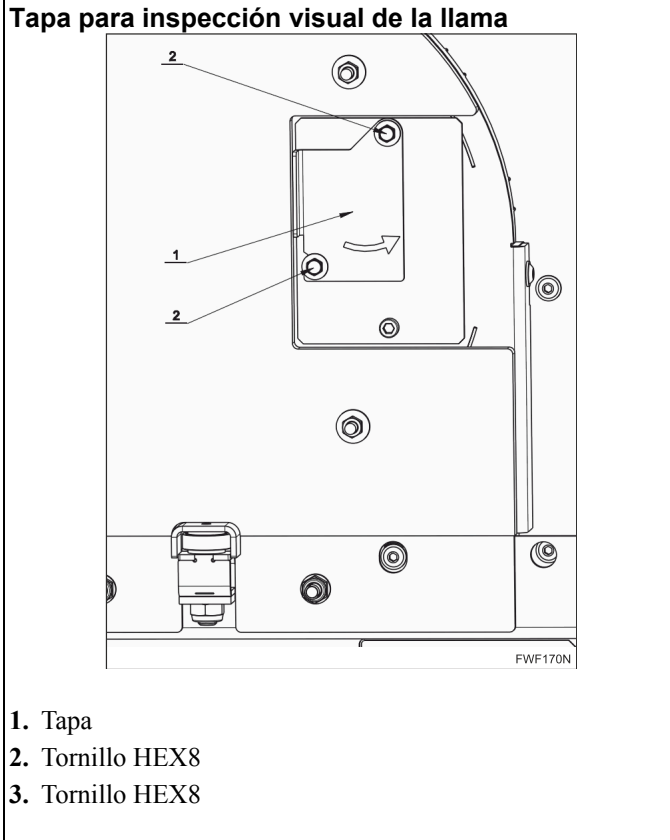

Figura 22
- La cara delantera derecha del calentador (*Figura 22*) posee una tapa para la inspección visual a corto plazo de la llama.
- Luego de desarmar la cubierta derecha (*Figura 24*) y de aflojar los dos tornillos HEX8 (2), es posible inclinar la tapa (1), *Figura 22*.